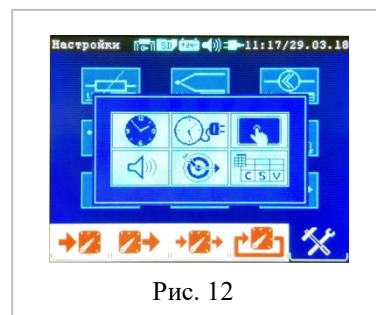

Рис. 12
4.1.6.7  - открывает окно дополнительных настроек, рис. 12.